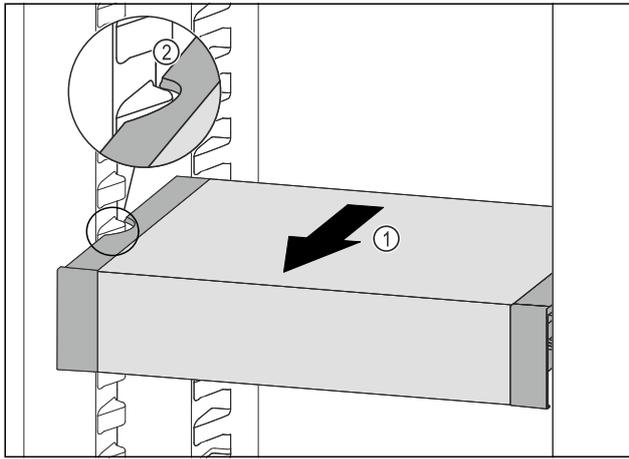

Fig. 142
- ▶ VarioSafe nach vorne ziehen Fig. 142 (1), bis sich die seitlichen Aussparungen des VarioSafes auf Höhe der Behälterrippe im Kühlteil befinden. Fig. 142 (2)